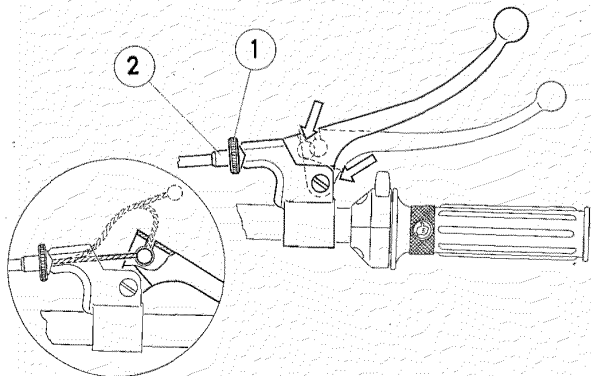

Fig. 23. — Mando freno delantero: Reglaje y engrase.
La puesta a punto se obtiene por medio del tornillo tensor 2 (fig. 23) de tal manera que el extremo del mando con un recorrido de 20 a 30 mm. consiga frenar la rueda.
Cuando el tornillo tensor 2 (fig. 23) está al final de su recorrido, se recupera como sigue:
- Reglar por medio del tornillo tensor 2 de manera que el extremo del mando con un recorrido de 20 a 30 mm. consiga frenar la rueda (fig. 23).
- Tirar del cable por arriba en unos centímetros y sacar la cabecilla por debajo del mando. Observará que éste tiene una entalla a través de la cual aquél sale fácilmente (fig. 23).